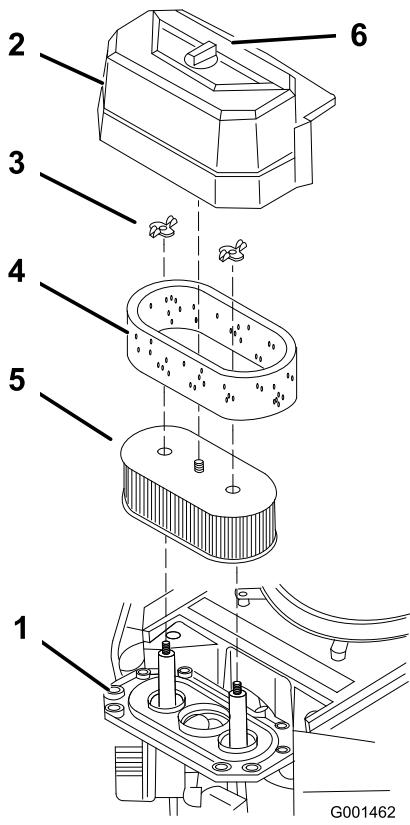

Figure 30
3. Nettoyez la surface autour du filtre à air pour éviter que des impuretés n'endommagent le moteur en tombant à l'intérieur (Figure 30).
4. Dévissez le bouton du couvercle et déposez le couvercle du filtre à air (Figure 30).
5. Dévissez les 2 écrous à oreilles et déposez l'ensemble filtre à air (Figure 30).
6. Sortez délicatement l'élément en mousse de l'élément en papier (Figure 30).
- Ne nettoyez pas l'élément en papier (Figure 30).
- Glissez délicatement l'élément en mousse sur l'élément en papier (Figure 30).
- Posez l'ensemble filtre à air sur sa base et fixez-le en place avec les 2 écrous à oreilles (Figure 30).
- Mettez le couvercle du filtre en place et serrez le bouton (Figure 30).